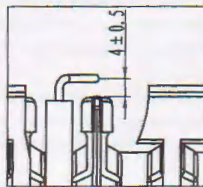

Рис.3
- 4) Снимите крышку корпуса уплотнения, проверьте, расстояние между воспламенителем и горелки если расстояние между воспламенителем и горелки больше чем нормы, отрегулировать ее до $4 \pm 0,5$ мм, а Рис.3.